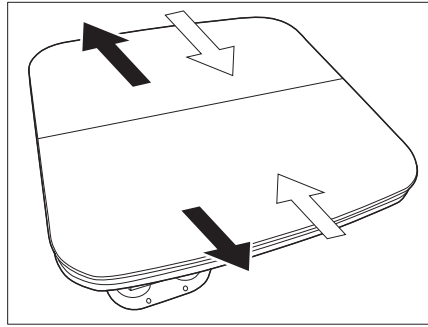

Bild 102 Außenteile auseinander ziehen
- Die Außenteile des Tisches auseinander ziehen (Bild 102 - schwarze Pfeile).
- Die Außenteile des Tisches zusammenschieben (Bild 102 - weiße Pfeile).